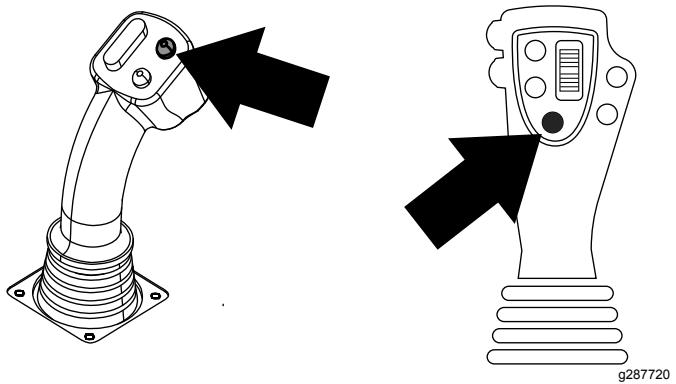
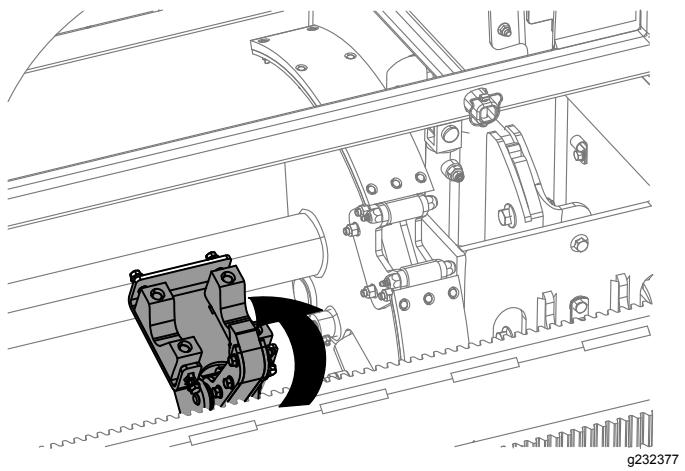

Figura 18
Figura 19
6. Mantenga pulsado el botón inferior izquierdo del joystick de 8 botones o el botón superior del joystick de 4 botones para agarrar el tubo (Figura 18 y Figura 19) y suelte el botón.